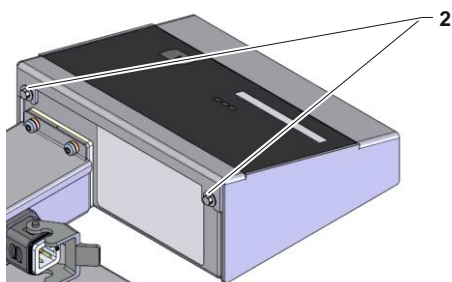

Fig. 6: Dos de l'unité d'analyse
- Serrer les vis (marquage 2 → Fig. 6).